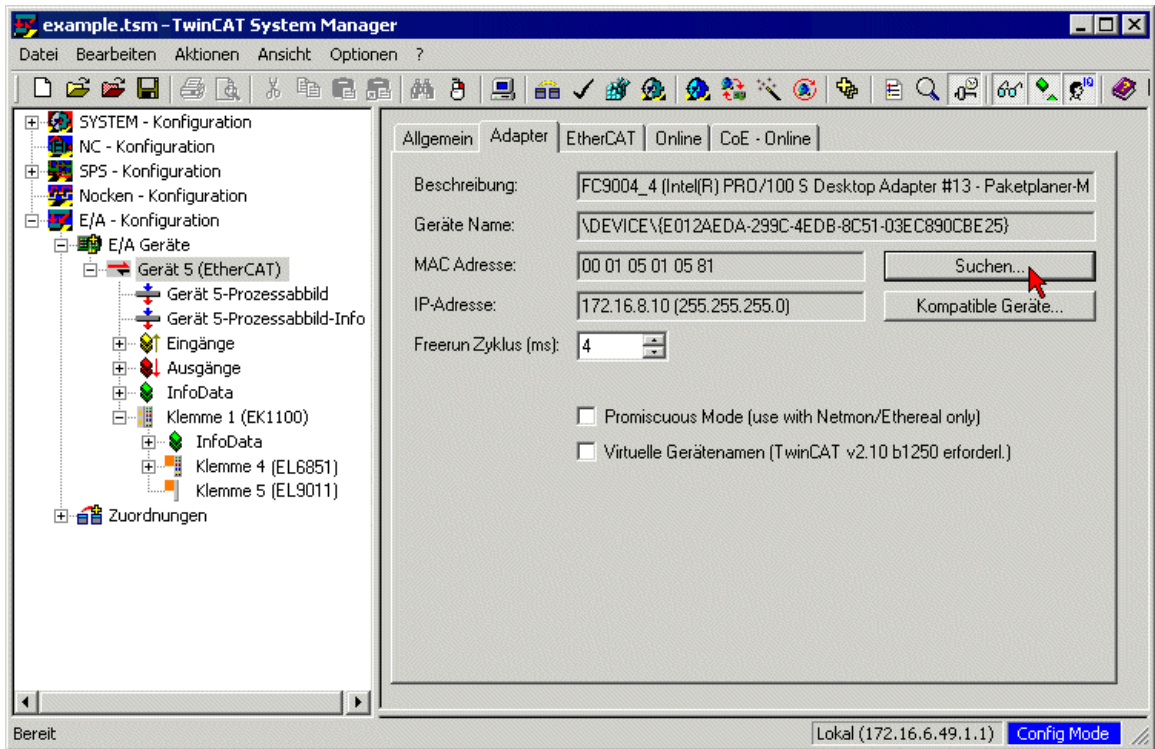

Abb. 2a: Suchen des Ethernet-Adapters
- Auswahl des lokalen Ethernet-Adapters (ggf. mit Echtzeit-Treiber) unter Systemkonfiguration, E/A - Konfiguration, E/A -Geräte, Gerät (EtherCAT); wählen Sie dann unter Karteireiter "Adapter", "Suchen..." den entsprechenden Adapter aus und bestätigen Sie das(siehe Abb. 2a + 2 b)